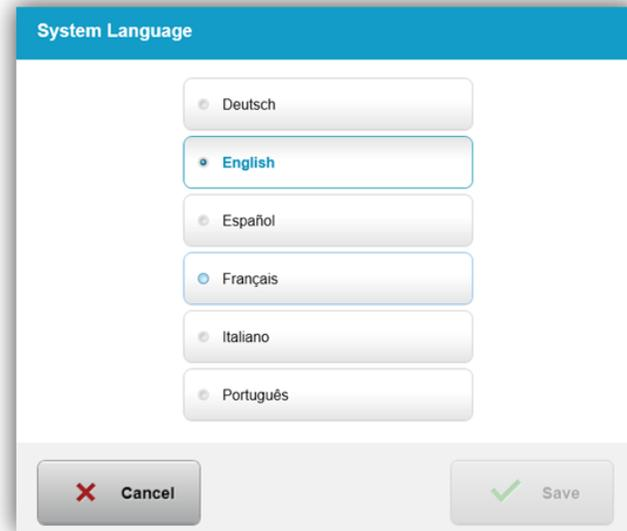

Figure 3-53. Réglage de la langue du système (System Language)
- Sélectionnez la langue souhaitée dans le menu, comme illustré à la figure 3-53.